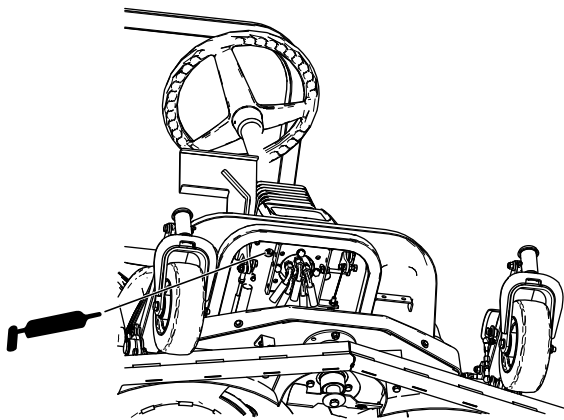

Figura 39
- Casquillo del pivote del pedal de tracción (Figura 39)